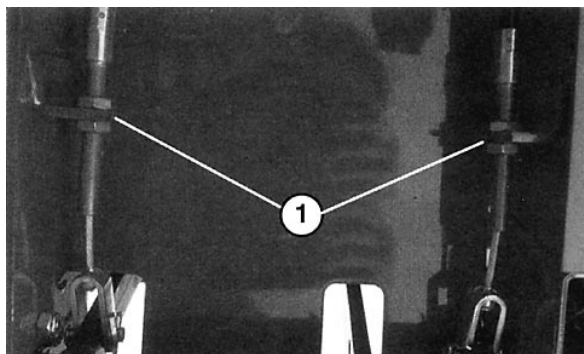

Fig. 30
2. Bremsepedalernes frie vandring reduceres – dvs. bremserne strammes – ved at løsne den forreste møtrik på bremsekablets gevindende (Fig. 30). Stram så den bageste møtrik for at flytte kablet bagud, indtil bremsepedalerne har 13 mm – 25 mm fri vandring. Når bremserne er justeret korrekt, strammes de forreste møtrikker.